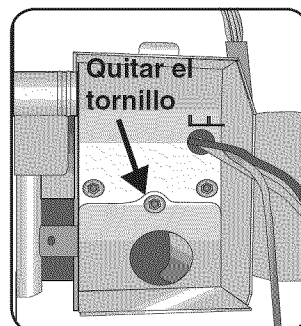

Ilustración 15
- 2 Quite la placa de alivio de presión por medio de extraer el tornillo de la parte trasera de la caja de conexiones, como muestra en la Ilustración 15, y deslizar la placa de alivio de presión hacia afuera.